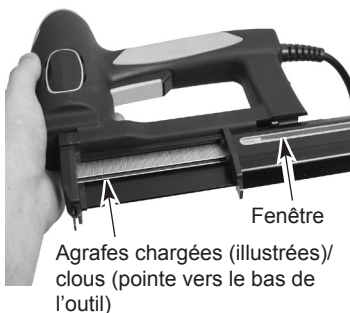

Figure 3
3. Déposez l'outil sur le côté, de façon que la fenêtre soit sur le dessus (voir la Figure 3).
4. Chargez les clous/agrafes sur le rail (voir la Figure 3). Repoussez les clous/agrafes vers le devant du magasin en vous assurant que la pointe des clous/agrafes est en contact avec le bas du magasin.